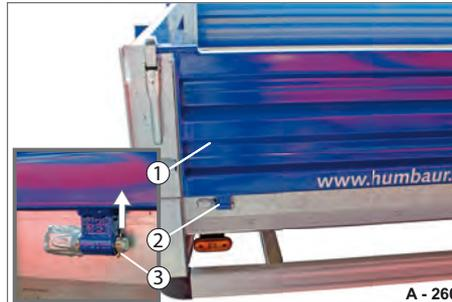

Abb. 132 Scharnier entsichern
- ▶ Splint (Abb. 132/3) aus einem der Bordwand-Scharniere (Abb. 132/2) herausziehen.